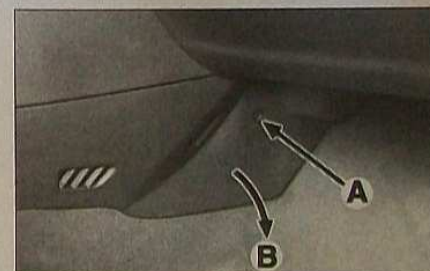

FIG. 9
Déposer les fixations (A) des flasques latéraux de console (Fig.9).